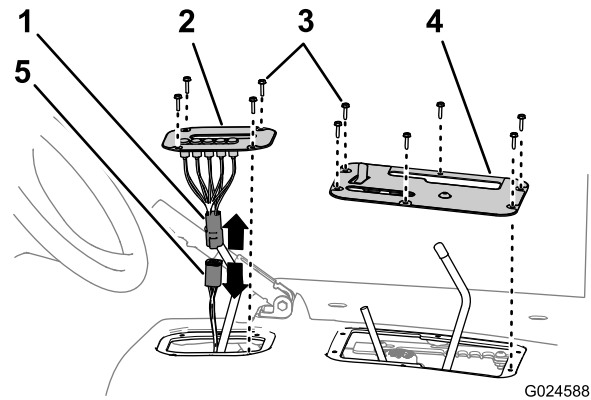

Figure 8
6. Retirez les 4 vis à tête hexagonale qui fixent le couvercle de l'indicateur de sélection au carénage du siège (Figure 8).
7. Soulevez l'indicateur de sélection, débranchez les connecteurs du faisceau de la machine et de l'indicateur, et déposez l'indicateur de la machine (Figure 8).
8. Retirez les 6 vis à tête hexagonale qui fixent le couvercle de commande au carénage du siège, et déposez le couvercle de commande (Figure 8).